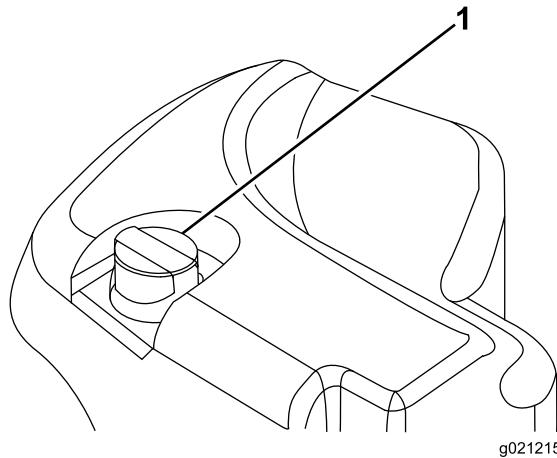

Bild 31
2. Reinigen Sie den Bereich um den Einfüllstutzen und den Deckel des Hydraulikölbehälters (Bild 31).